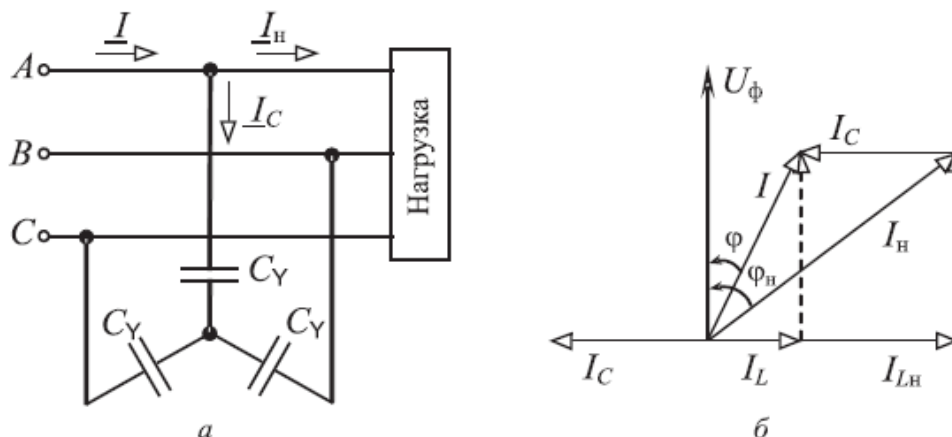

Рис.9.10
**ЗАДАЧА 9.12.** От сети трехфазного тока с  $U_{л} = 380 \text{ В}$  и  $f = 50 \text{ Гц}$  питается симметричная активно-индуктивная нагрузка, мощность которой  $P = 100 \text{ кВт}$  и  $\cos\phi_n = 0,6$ . Определить емкость соединенных звездой конденсаторов, необходимых для повышения  $\cos\phi$  до 0,9 (рис. 9.10, а). Как изменится емкость при включении конденсаторов треугольником для получения необходимого  $\cos\phi$ ?